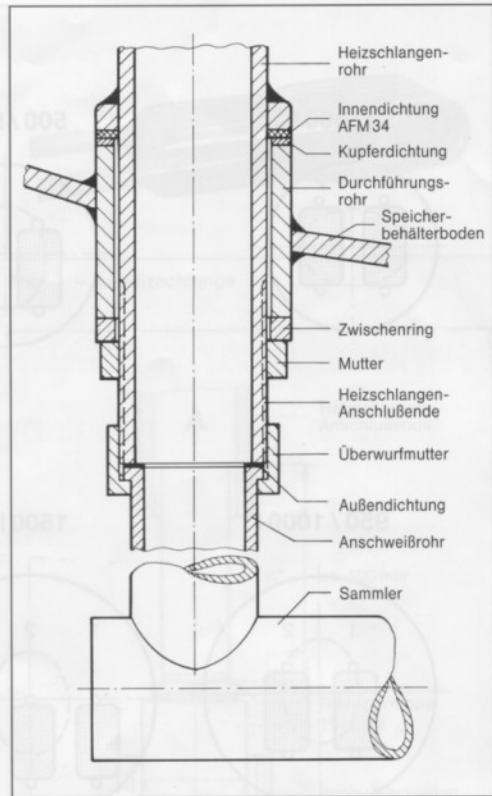

Abb. 4 – Durchführungsrohr mit Heizschlangenanschlußende und Sammler – L-Speicher
- Sammler demontieren (Speichergröße bis 1500 l – Abb. 4).
- Dichtung AFM 34 auf das jeweilige Rohrende aufschieben (Abb. 4).
- Kupferdichtung beidseitig mit Dichtmittel beschichten und ebenfalls auf die Rohrenden aufschieben (Abb. 4).
- Anschlußenden der Heizschlangen in Durchführungsrohre einführen (Abb. 4).
- Montage in umgekehrter Reihenfolge wie Demontage ausführen (Abb. 4).